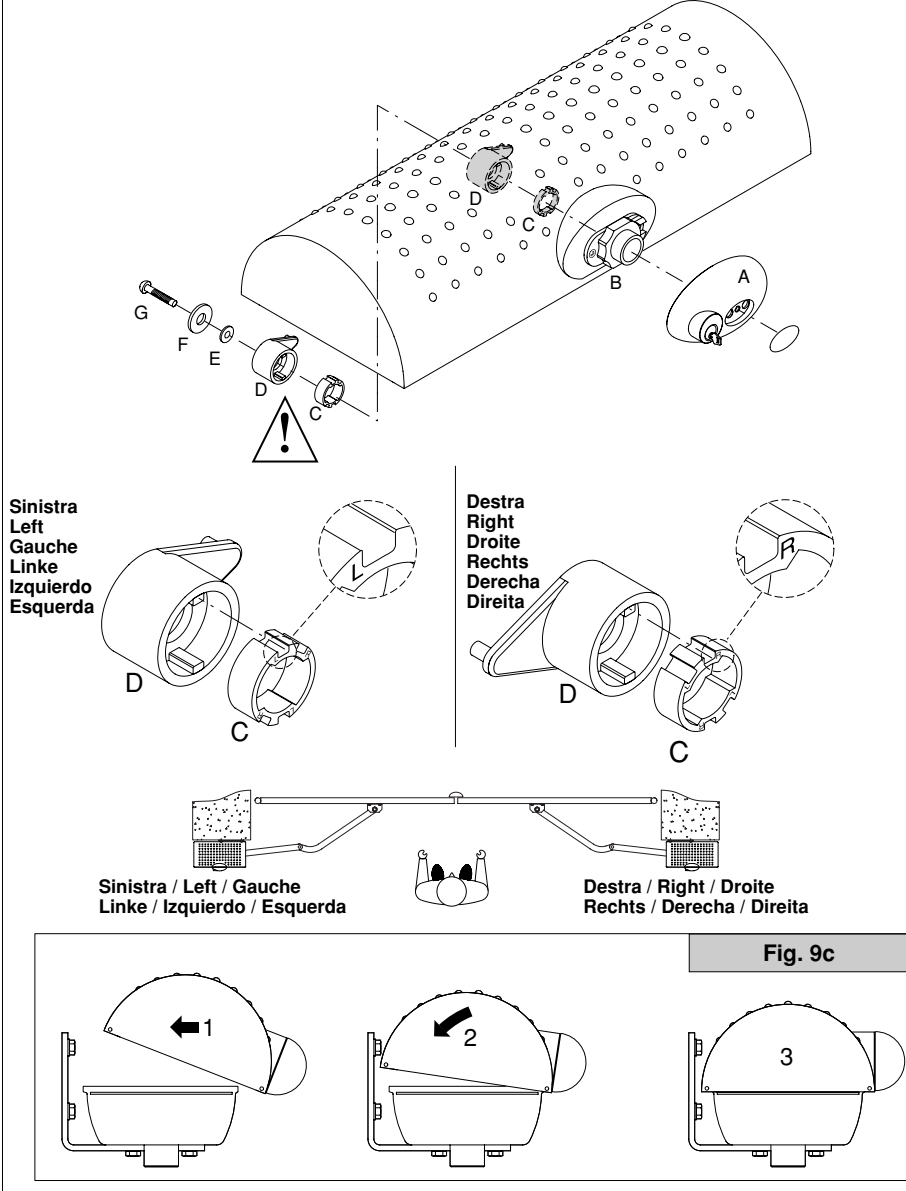

Fig. 9b
**ATENÇÃO: o dente de desbloqueio da bucha "D" deve inserir-se na alavanca de desbloqueio tal como indicado na Fig. 9b. No caso contrario, não será possível efectuar a manobra de emergência.**
Verificar que a bucha "D" esteja na posição horizontal (Fig. 9b) e fechar a tampa apoiando o lado dianteiro (aquele com o manípulo de desbloqueio) como indicado na Fig. 9c.